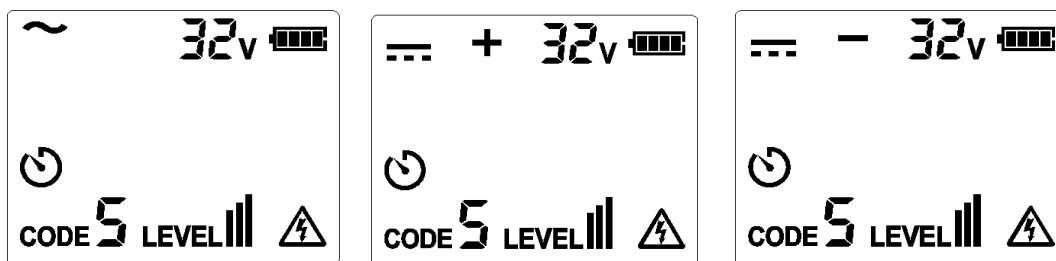

Abbildung 7.1.2a Spannung über 30V
2. Prüfen und bestätigen Sie, ob die Verbindung der Messleitungen richtig ist. Bei einem Stromkreis mit einer Spannung über 30 V AC/DC leuchtet das Warnsymbol auf. Wie in der Abbildung 7.1.2a dargestellt.